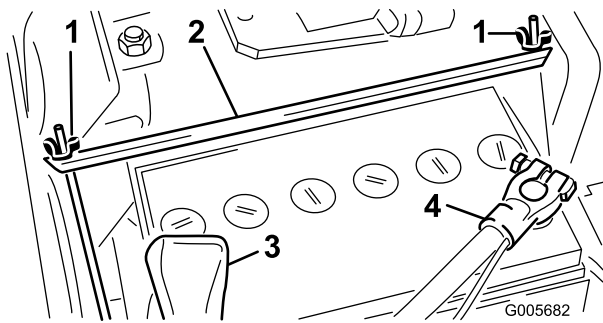
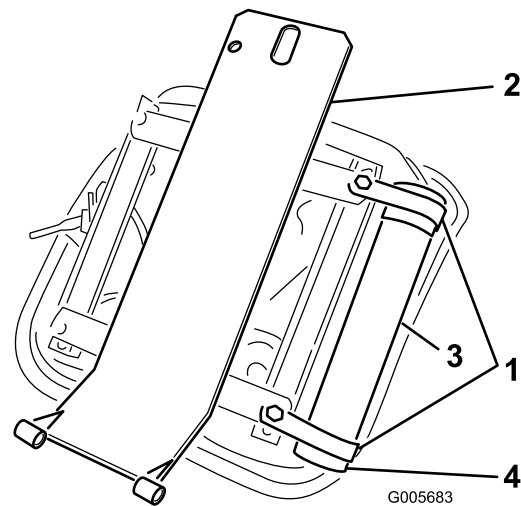

Bild 6
Bild 7
2. Nehmen Sie die beiden Flügelmuttern und das Befestigungsband ab, mit denen die Batterie befestigt ist (Bild 6). Heben Sie die Batterie aus dem Chassis heraus. Bewahren Sie die Flügelmuttern und das Befestigungsband für eine spätere Verwendung an einem sicheren Ort auf.
1. Befestigen Sie die zwei R-Schellen lose mit zwei Kopfschrauben und Flachscheiben (liegen dem Sitz bei) an der rechten Seite des Sitzes (Bild 6). Setzen Sie das manuelle Rohr in die R-Klemme ein und ziehen Sie die Klemmmuttern fest (Bild 7).